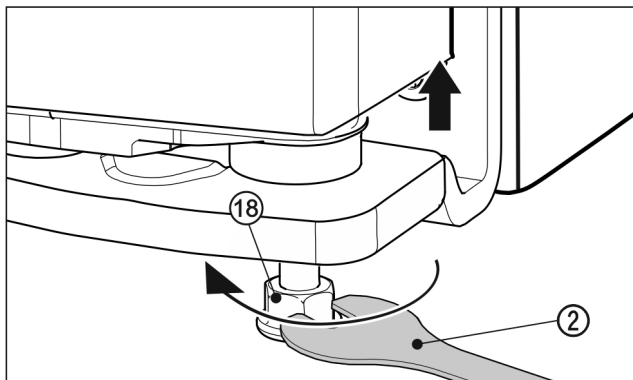

Fig. 26
- ▶ За повдигане на вратата развивайте надясно крачето Fig. 26 (18) с приложения гаечен ключ Fig. 26 (2) до контакт с пода. След това продължете да въртите, докато вратата се регулира по височина. В състояние на доставка лагерният болт е завит докрай.